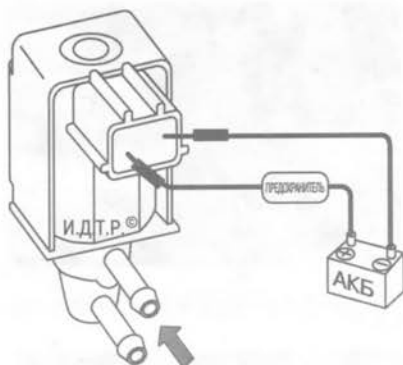

Рис. 5.20. Схема проверки электропневмоклапана
16. Подсоедините к выводам клапана источник постоянного тока напряжением 12 В – клапан должен открыться, а давление должно исчезнуть (плунжер шприца без сопротивления переместится до упора) (рис. 5.20). В противном случае замените клапан.